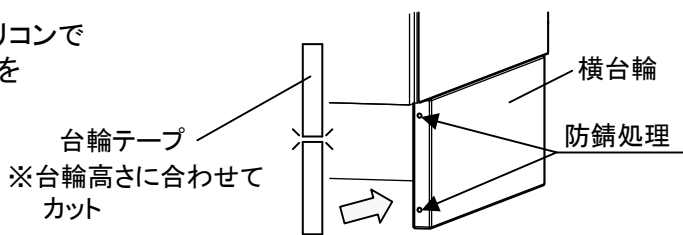

図2
- ②ネジをはずしたあとは、ネジ穴部分を防錆剤かシリコンで防錆処理を施し、横台輪の前小口に、台輪テープを高さ寸法に合わせてカットして貼付ける。(図2)